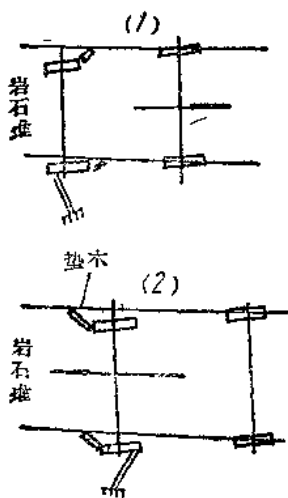

图 6
(1)前輪出軌时：若前边鏟斗靠近岩石堆，采用后退開車上軌（图 6，1）。撬杠向前傾頂在机体侧面。因前后輪的間距小，而且还有电动机，所以垫木不方便。如前边有空隙时，可以向前開車上机（图 6，2）。这种情况下垫木比較方便。